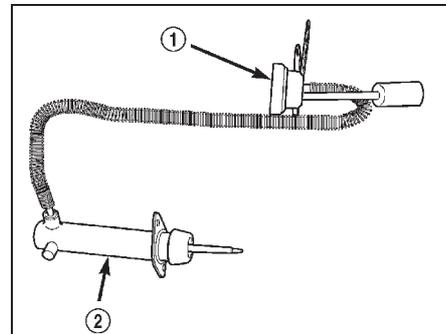

Рис. 18. Исполнительный цилиндр сцепления. 1 - демпфер, 2 - исполнительный цилиндр.
Исполнительный цилиндр сцепления закреплен на картере коробки передач, в группу исполнительного цилиндра входят демпфер (если применяется) и соединительные трубки (рис. 18).
(2) Снимите центральную консоль (рис. 18).